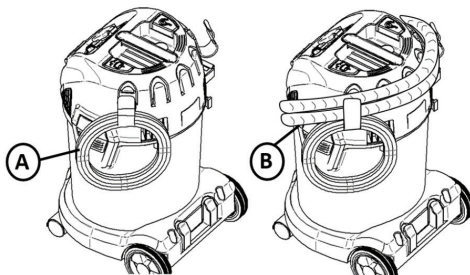

Fig. 22
No caso de máquinas sem enrolador de cabo, o cabo (A) pode ser enfiado no gancho, ver Fig. 22. Estes ganchos também podem ser usados para arrumar a mangueira (B), enrolando-a à volta da máquina.